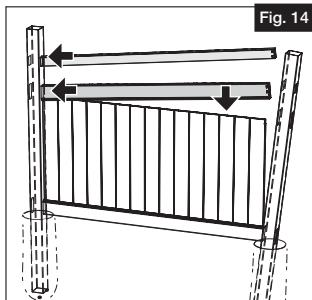

Fig. 14
- a. Insérer la traverse médiane dans les trous sur le côté gauche du poteau seulement, puis placer la traverse sur les planches. Insérer la main courante dans les trous sur le côté gauche du premier poteau seulement (Fig. 14).